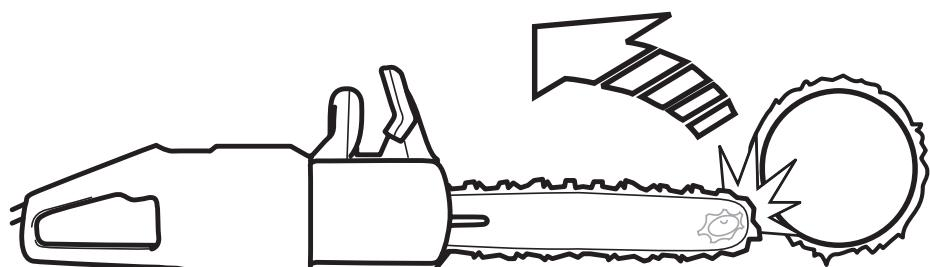

Рисунок 3 — Отброс цепной пилы
- Отброс — это неожиданная ответная реакция цепной пилы в процессе работы, когда она резко подается назад к оператору в результате контакта верхней носовой части (зона отбрасывания) шины направляющей (см. рис. 3 и 4) с другими предметами.